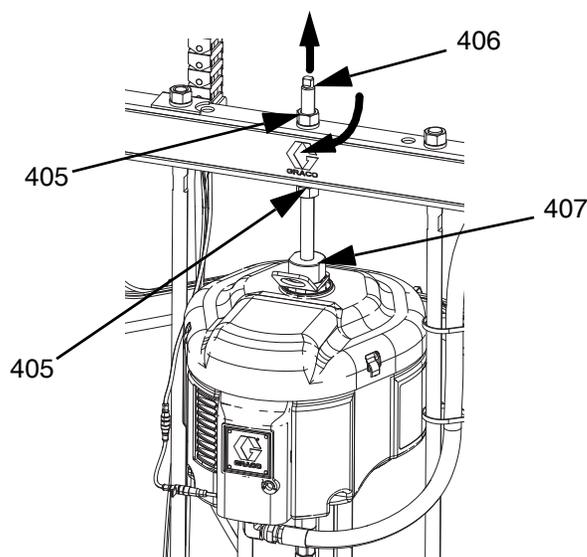

FIG. 43
1. Inserte la bomba de desplazamiento (C) en el plato (D). Consulte los pasos de **Conexión del plato** en la página 106.
3. Conexión del motor neumático (B):
- a. Use una llave en la tuerca (405) en la parte superior de la barra de unión para bajar el motor neumático (B) a la bomba de desplazamiento (C). Vea la FIG. 43 en la página 107. Enrosque la tuerca (405) y apriétela debajo de la barra de unión. Apriete la tuerca (405) debajo de la barra de unión a 34 N•m (25 lb-pie) como máximo.